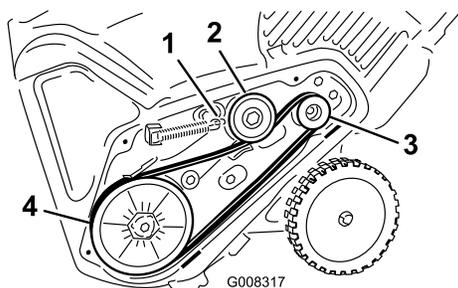

Figure 29
- Montez et acheminez la nouvelle courroie comme indiqué à la Figure 29.
- Raccrochez le ressort de frein au bras de la poulie de tension (Figure 29).